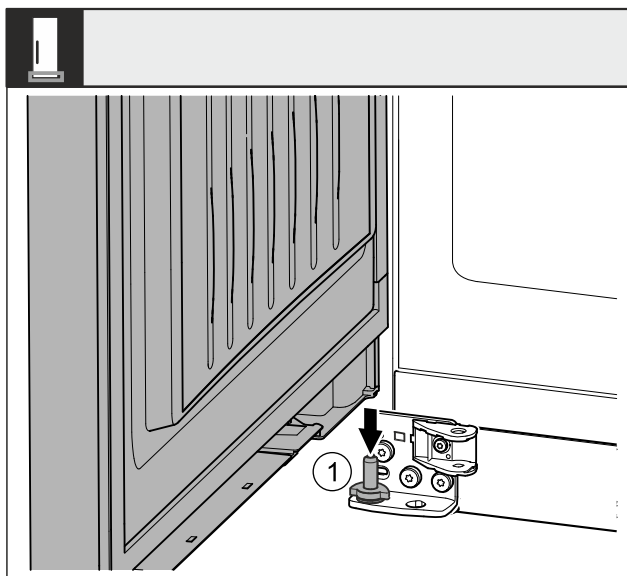

Fig. 43 *
- ▶ Установите дверь сверху на нижний опорный палец Fig. 43 (1).*